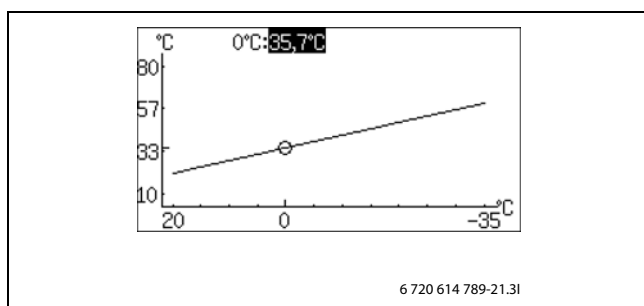

Bild 53
- Drehknopf bei markiertem Quadrat drehen, bis 0 °C markiert ist (→ Bild 53).